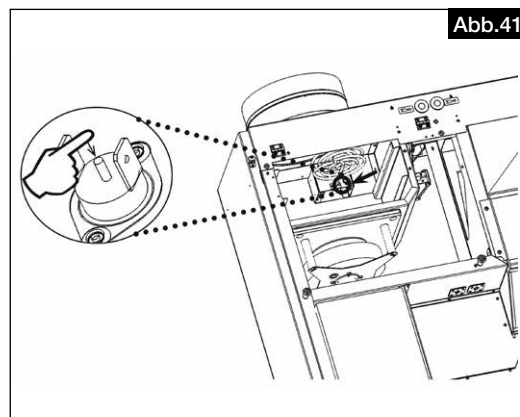

Abb. 41
2. Die Reset-Taste für die elektrische Vorheizung drücken (s. Abb. 41).